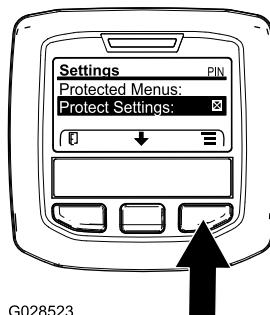

Figura 74
Nota: Se non c'è alcuna X nella casella a destra della voce delle Impostazioni protette, significa che i sottomenu Barra Sin., Barra Cen., Barra Des. e Valori predefiniti non sono bloccati da codice PIN (Figura 74).
- Nota:** Compare una X nella casella sulla destra della voce Impostazioni protette (Figura 74).